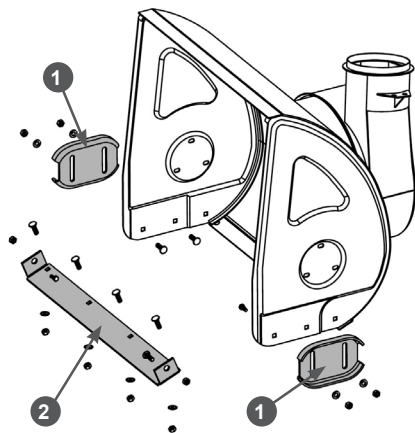

Рис. 45 Обслуживание кожуха шнеков
- Открутите гайки, извлеките болты крепления ползков 1 (Рис. 45) и снимите ползки с кожуха шнеков.
- Переверните ползки на 180 градусов или установите новые ползки и закрепите их четырьмя болтами и гайками (Рис. 45). Перед окончательной затяжкой гаек отрегулируйте высоту забора снега.
Для наглядности на Рис. 45 кожух шнеков показан без шнеков, редуктора и валов.
- Открутите гайки, извлеките болты крепления и снимите нижнюю накладку 2 с кожуха шнеков (Рис. 45).
- Установите новую нижнюю накладку и закрепите ее болтами и гайками (Рис. 45).